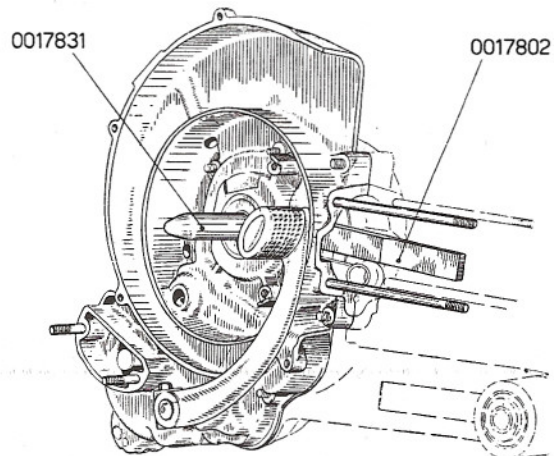

Fig. 12/E - Riaccoppiamento semicaroters
- c) Riscaldare a circa 80° C la sede del cuscinetto sul semicartermi lato volano; quindi, interporre la zeppa 0017802 fra i semialberi (dalla parte opposta al bottone della manovella) e accoppiare i semicartermi. Nell'eseguire ciò ruotare per una certa corsa la leva dell'avviamento, in modo che il settore dentato si innesti coll'ingranaggio della messa in moto. Per ottenere il combaciamento dei semicartermi, agire eventualmente con un mazzuolo di legno sul semicartermi lato volano, (ved. anche fig. 12/E).